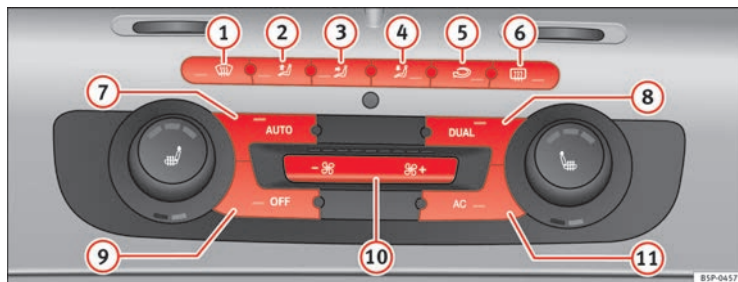

Abb. 130 In der Instrumententafel: Bedienelemente 2C-Climatronic
- Zur Einstellung der Temperatur auf der linken bzw. rechten Seite drehen Sie die Einstellräder für die Temperaturvorwahl ⇒ Abb. 130 9 bzw. 14.
- Drücken Sie die Taste  ⇒ Seite 166, Abb. 130. Am Display des Radios wird „AUTO High“ angezeigt (hohe Gebläsestufe).
- Drücken Sie erneut die Taste  ⇒ Seite 166, Abb. 130. Am Display des Radios wird „AUTO Low“ angezeigt (niedrige Gebläsestufe).